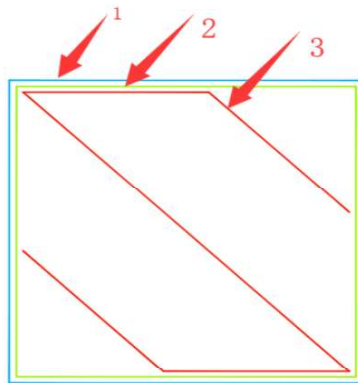

图 19
S形填充即线形填充的改进版，如图 19 中 3 号轨迹，其行走轨迹类似于 S，也可称作锯齿形，会将相邻填充线的末端连接起来，使填充结构与模型侧面粘接更紧密。
2.先填充后打印轮廓：即用于选择是否先打印模型填充部分然后再打印轮廓(内外壳)，如选中此选项，会先打印图 19中路径3（填充），然后再打印路径2(内壳)和路径1(外壳)；
3.先打外轮廓再打内轮廓：即用于选择是否先打印模型外部轮廓后打印内部轮廓，如选中此选项会先打印图 19中的路径1(外壳)，然后再打印路径2(内壳)；